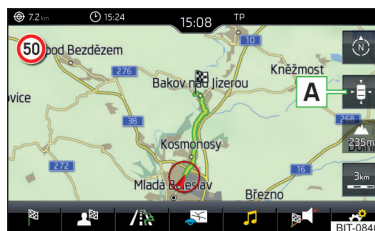

Abb. 184
► Zur **Kartenzentrierung** die Funktionsfläche  **A** » **Abb. 184** antippen.